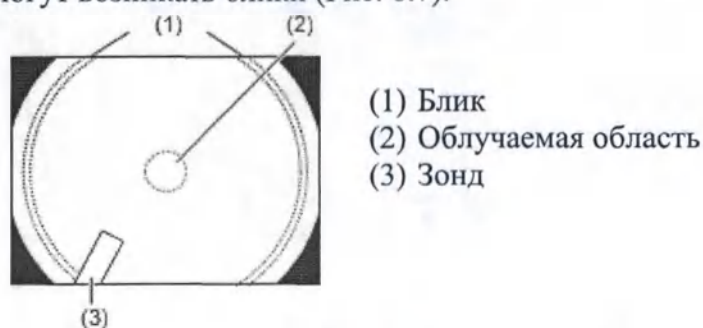

Рис. 8.7
- При работе с лазером на высокой мощности и/или если дистальный конец эндоскопа находится на расстоянии 10мм и менее от облучаемой зоны, в одном или более углах изображения могут возникать блики (Рис. 8.7).